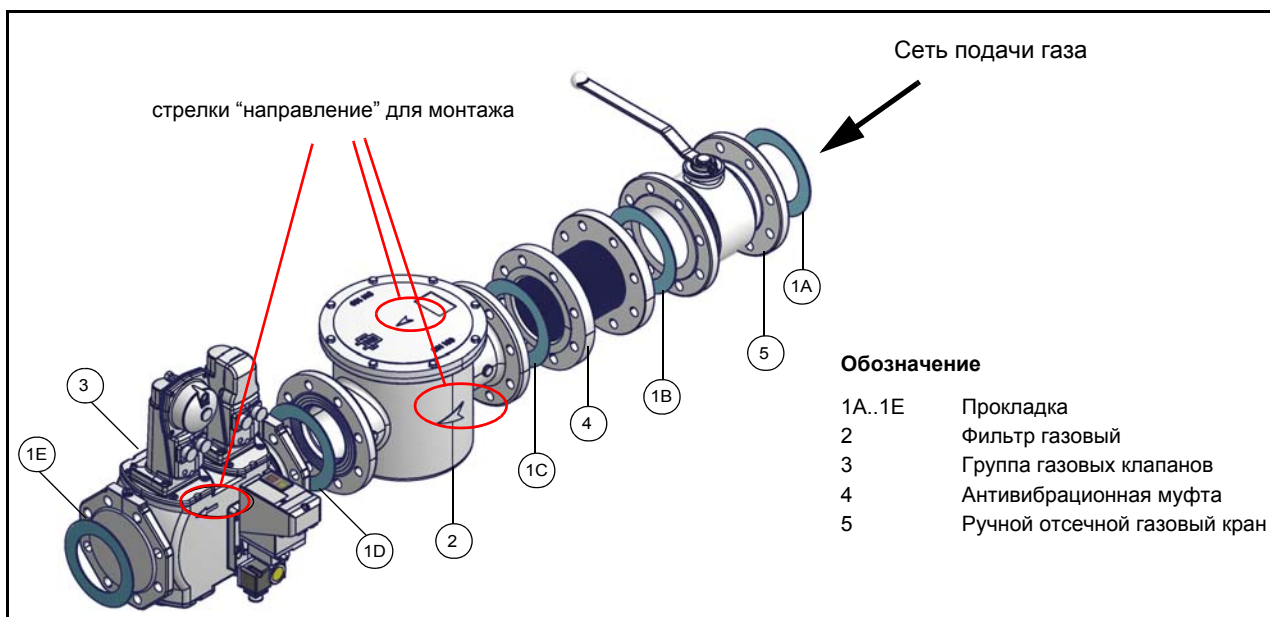

Рис. 5 - Пример газовой раампы
- 1 - б) при фланцевых соединениях: между соседними компонентами устанавливать прокладку (1A..1E - Рис. 5), совместимую с используемым газом,
ВНИМАНИЕ: после монтажа газовой рампы согласно схеме на Рис. 5, необходимо провести тестирование на герметичность газового контура, согласно требований действующих нормативов.